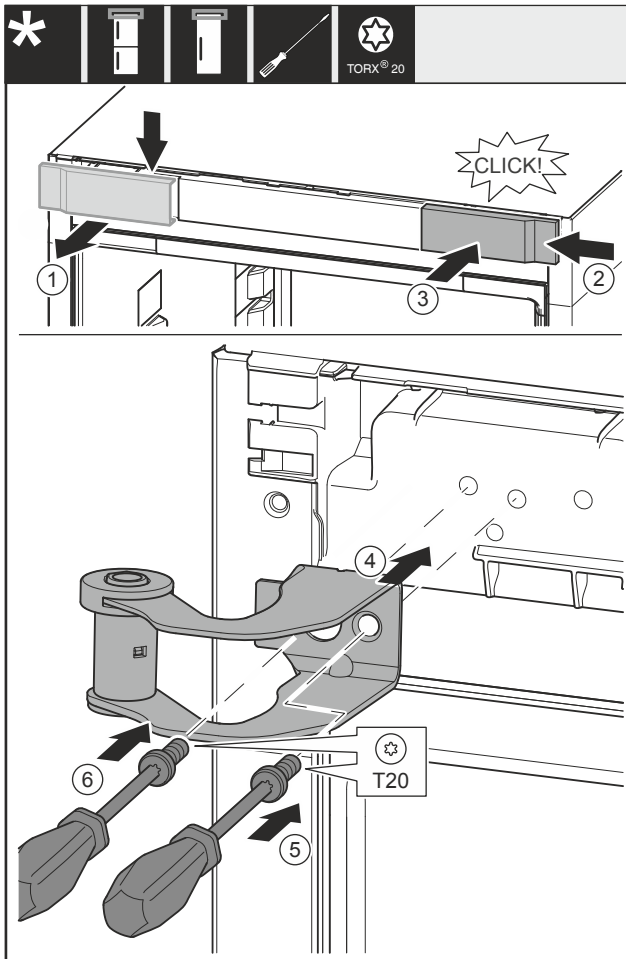

Fig. 31
- Afdekking Fig. 31 (1) van boven af naar voren lostrekken.
- Afdekking Fig. 31 (2) 180° gedraaid aan de andere zijde van rechts inhangen.
- Afdekking Fig. 31 (3) vastklikken.
- Bovenste lagerboks Fig. 31 (4) bevestigen.
- Schroef Fig. 31 (5) vastdraaien.
- Schroef Fig. 31 (6) vastdraaien.